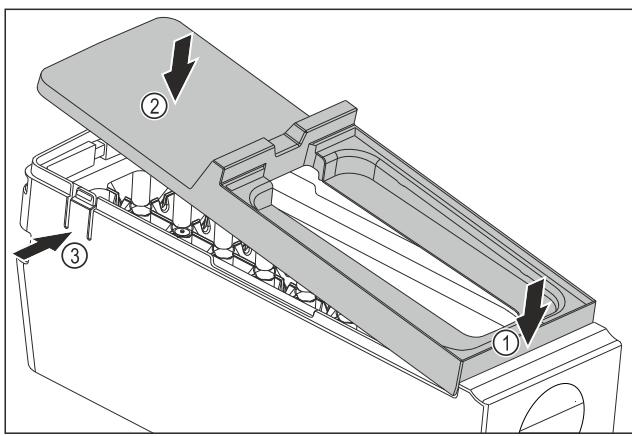

Fig. 174
- Abdeckung des EasyTwist-Ice-Körpers montieren: Abdeckung vorne ansetzen. Fig. 174 (1)
- Abdeckung hinten absenken. Fig. 174 (2)
- Abdeckung rastet hörbar in beiden Laschen Fig. 174 (3) ein.